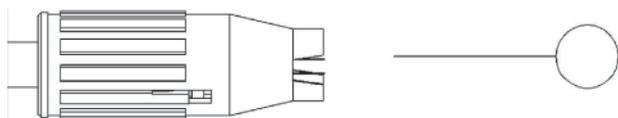

FIGURA 26
- Uma limpeza regular do bico é importante para aumentar a eficiência da hidrolavadora. Desta forma, o bico precisa ser limpo regularmente usando um alfinete (figura 26).